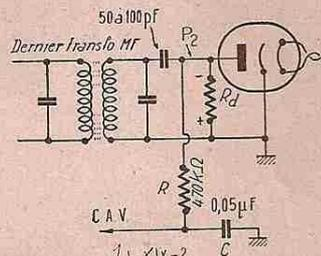

FIG. XIX-2
b) le montage parallèle, parce que la résistance de détection R_d est en parallèle avec la diode (voir figure XIX-2).
Avec le montage de la figure XIX-2, le fonctionnement est le même, et aux bornes de la résistance de détection R_d , nous dispo-